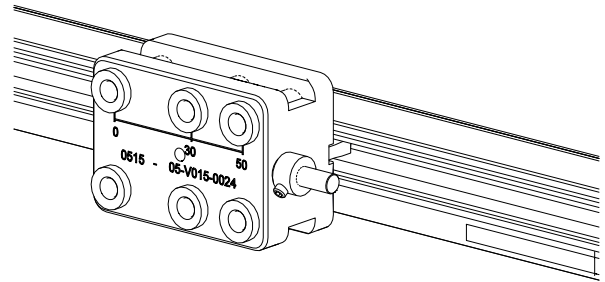

Abb. 90: Den Anschlagring richtig ausrichten
- Den Anschlagring richtig ausrichten und entsprechend befestigen (siehe Abb. 90).